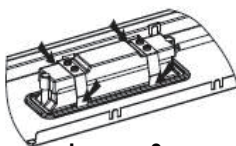
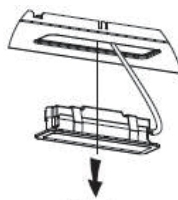
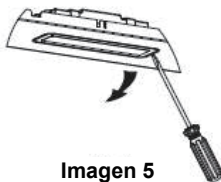

Imagen 3
Imagen 4
Imagen 5
- Manera 1. Utilice una herramienta o la mano para presionar hacia el interior la lengüeta de resorte de ambos lados de la bombilla LED, hasta que salga la bombilla, véase la imagen 3. A continuación, tire ligeramente del cable de conexión de la bombilla, véase la imagen 4.
Manera 2. Utilice un destornillador recto para levantar el borde inferior de la luz LED, véase la imagen 5 y, a continuación, tire ligeramente del cable de conexión de la luz, véase la imagen 4.